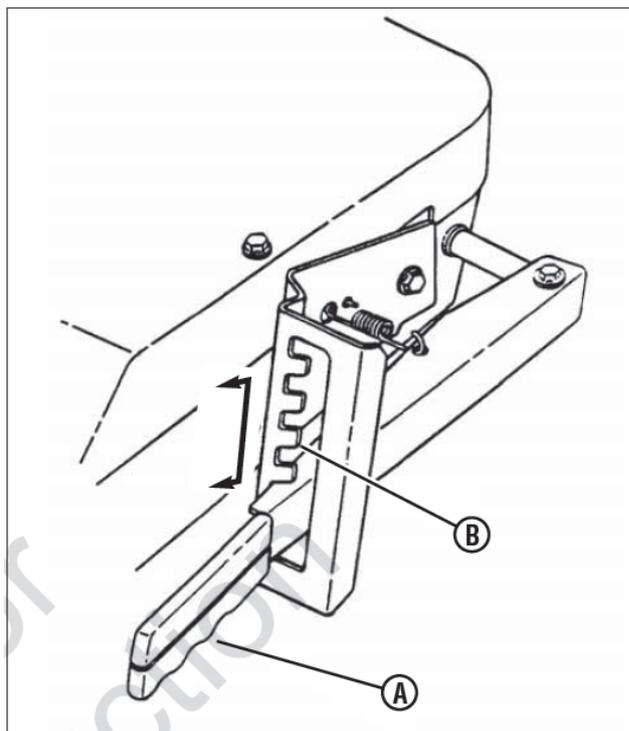

Рис. 18. Регулировка высоты стрижки
- 1) Высота стрижки регулируется при помощи рычага подъема режущей деки (А, рис. 18), который устанавливается в желаемое положение – в соответствующую выемку в кронштейне (В).